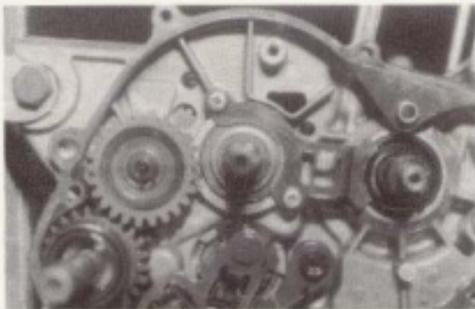

Bild 108
- Kickstarter Zwischenrad ausbauen: Seegering mit Spezialzange herausheben, unter und über dem Zahnrad liegt je eine Stahlscheibe 20x12,5x4! Einbaulage: Die tellerförmige Vertiefung wie in Bild 108 gezeigt. Siehe auch Bild 1411